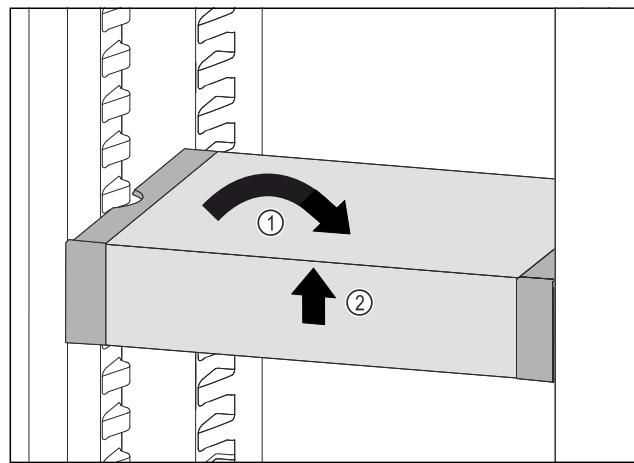

Fig. 107
- ▶ Predal VarioSafe postavite ravno, Fig. 107 (1)
- ▶ Predal VarioSafe dvignite spredaj, Fig. 107 (2)